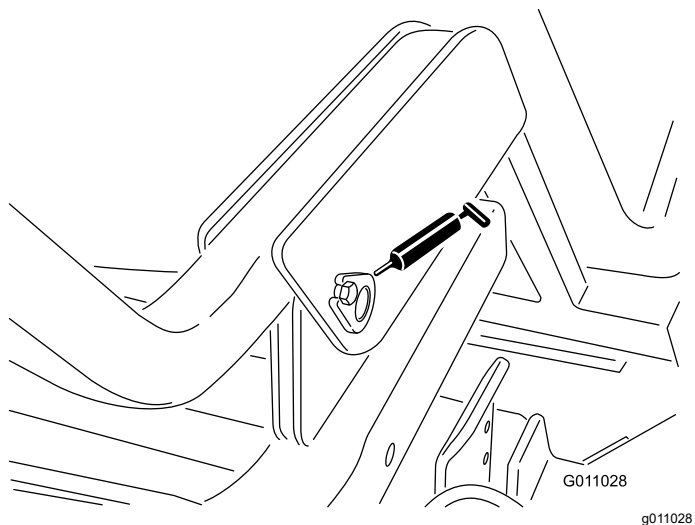

Figura 36
- Articulação da tremonha (inferior) (2) (Figura 36)